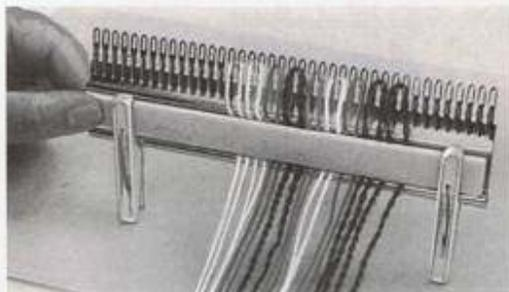

Fig. 88
- 5) Appuyer sur les fils à l'aide du presseur de fil à broder et serrer les 2 extrémités avec les pinces à broder (fig. 88).